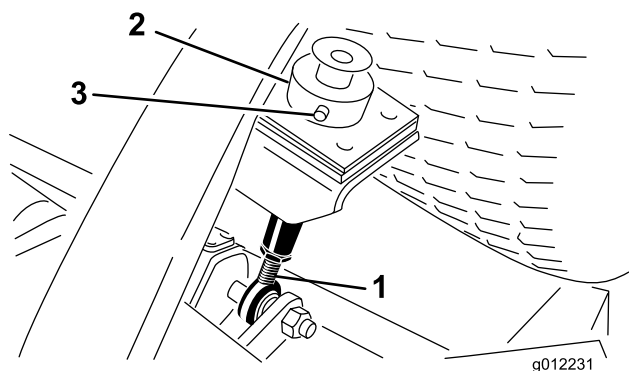

図 9
5. カuttingユニット後部で、刈高ロッドに刈高カラーを固定しているヘアピンとクレビス・ピンを外す(図 9)。